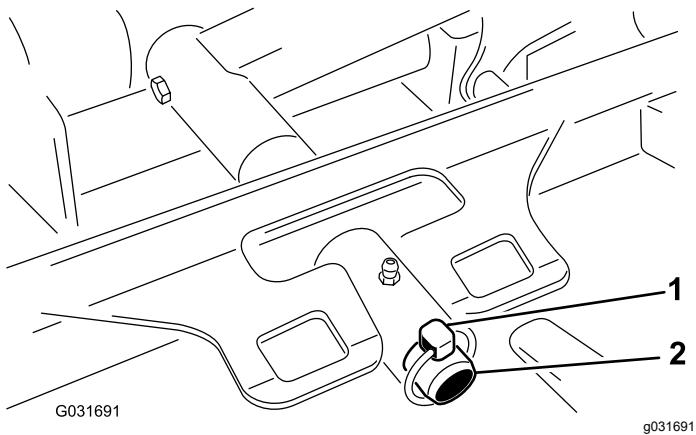

Рисунок 102
- Извлеките шплинт, который крепит несущую раму деки к оси поворота подъемного рычага (Рисунок 102).
- Наденьте несущую раму деки на ось поворота подъемного рычага и закрепите ее при помощи шплинта с кольцом (Рисунок 102).